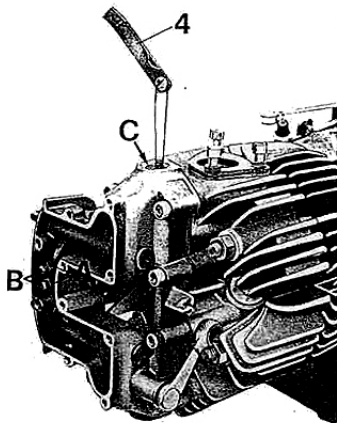
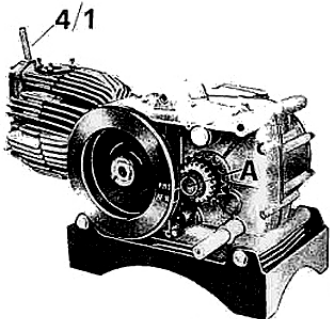

Fig. 61
Fig. 63
REGOLAZIONE GIUOCO TRA BILANCIERI E VALVOLE (vedere fig. 61)
- riavvitare il dado (A) bloccandolo a fondo. Dopo bloccato il dado controllare di nuovo in modo da accertarsi che il giuoco sia regolare.
Il controllo del giuoco va effettuato usando apposito spessimetro n° 12909090 (4 di fig. 61) che attraverso il foro (C) deve essere inserito tra la valvola ed il bilanciere.
(Vedere fig. 61 - 63 - 113/1)
(a fine fase di compressione, con valvole chiuse) si trovi in corrispondenza al foro di centraggio (A di fig. 63) sul manicotto dentato;
- svitare la vite di registro (B di fig. 61) dopo aver allentato il dado (A di fig. 61) sul bilanciante aspirazione, infilare uno spessimetro di mm. 2 (4/1 di fig. 63) tra lo stelo della valvola ed il bilanciante. Il gioco esatto si ha quando agendo sulla vite di registro (B di fig. 61) lo spessimetro comincia ad indurirsi leggermente;
- ruotare di nuovo il volano in senso orario (350°) fino a che il segno « AF 10 » stampato sul volano stesso coincida con il foro di centraggio (A di fig. 63).
- svitare la vite di registro (B di fig. 61) dopo aver allentato il dado (A di fig. 61) sul bilanciante aspirazione, infilare lo spessimetro di mm. 2 (4/1 di fig. 63) tra lo stelo della valvola e il bilanciante. Il gioco esatto si ha quando agendo sulla vite di registro (B di fig. 61) lo spessimetro incomincia ad indurirsi leggermente;
Per determinare esattamente il punto in cui avviene l'inizio apertura della valvola di aspirazione, occorrerà ruotare il volano con delicatezza fino a sentirne l'indurimento dello stesso. A questo punto controllare che i segni « AF10 » sul volano e il foro di centraggio « A » di fig. 63 sul manicotto dentato o la freccia (A) dell'attrezzo n° 32 di fig. 113/1 coincidano.